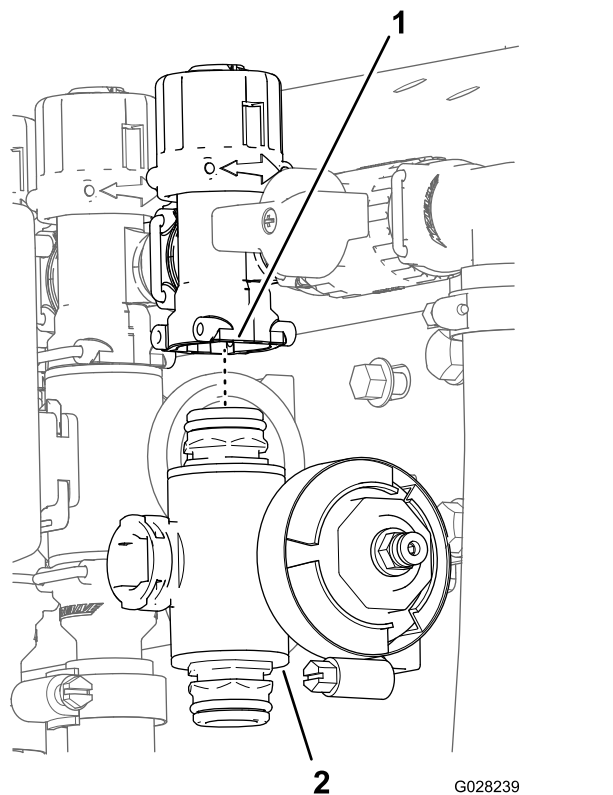

図 138
- 3. 機体から個別ブームマニホールドを取り外す 図 138。